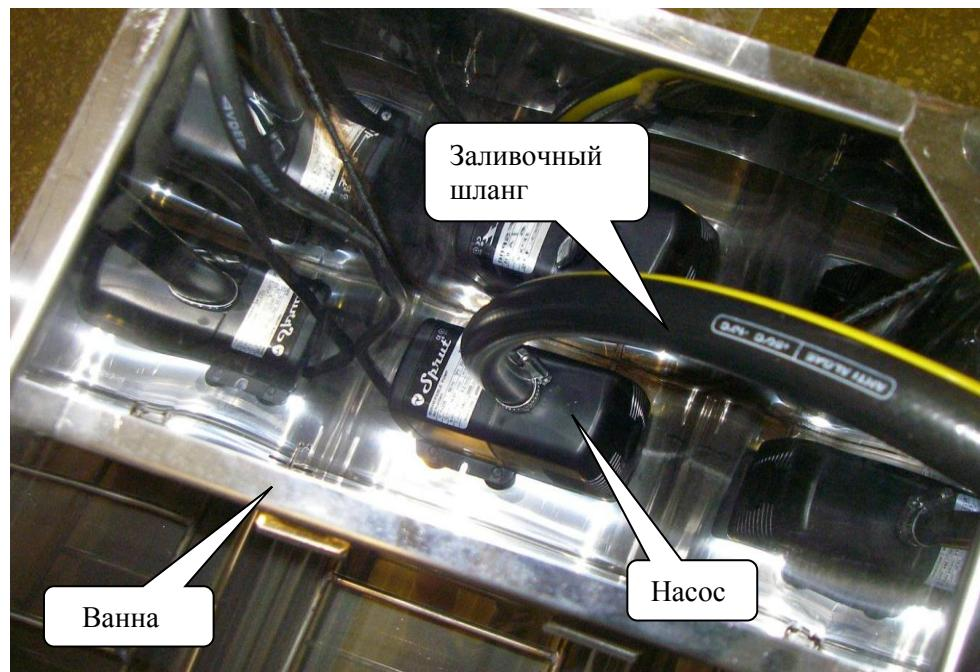

Рис. 7.2.Размещение насоса внутри ванны.
- 7.3.3 Насос установить в ванну и подключить к нему шланг с заливочным пистолетом. Провод насоса со штепсельной вилкой включить в розетку «НАСОС», расположенную на подставке. (рис. 7.2, 7.3)